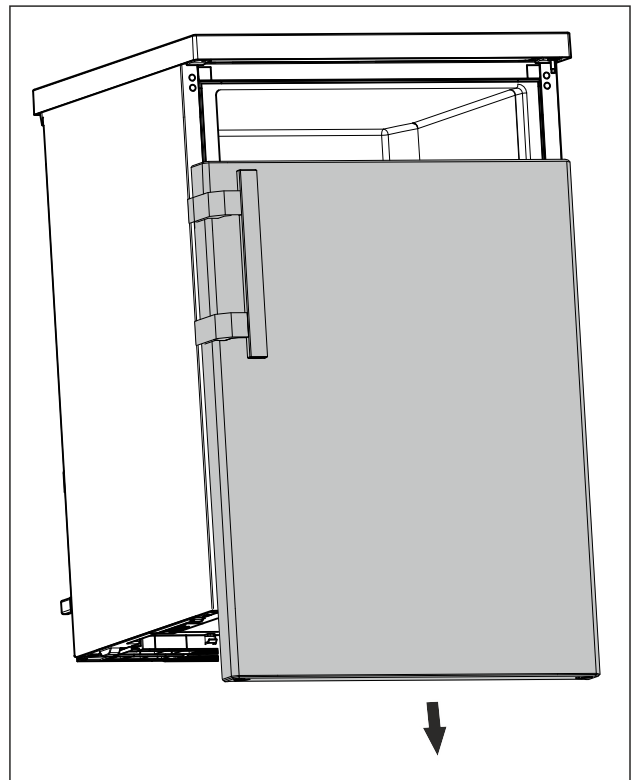

Fig. 8
- ▶ Зніміть дверцята в напрямку вниз. (див. Fig. 8)